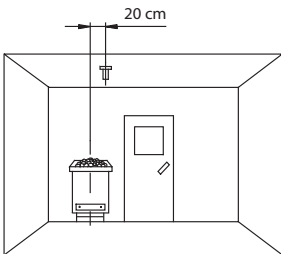

Abb. 7
Beachten Sie bitte, dass sich nachfolgende Maßangaben auf die Werte beziehen, die bei der Geräteprüfung nach EN 60335-53-2 vorgegeben wurden. Grundsätzlich muss der Ofenfühler an der Stelle montiert werden, an der die höchsten Temperaturen erwartet werden. Einen Überblick über den Montageort des Fühlers geben Ihnen die Abb. 7 - 9.
1. Der Ofenfühler wird in Kabinen bis zu der Größe von 2 x 2 m gemäß Abb. 7 und 8 montiert, in größeren Kabinen gemäß Abb. 7 und 9 montiert.